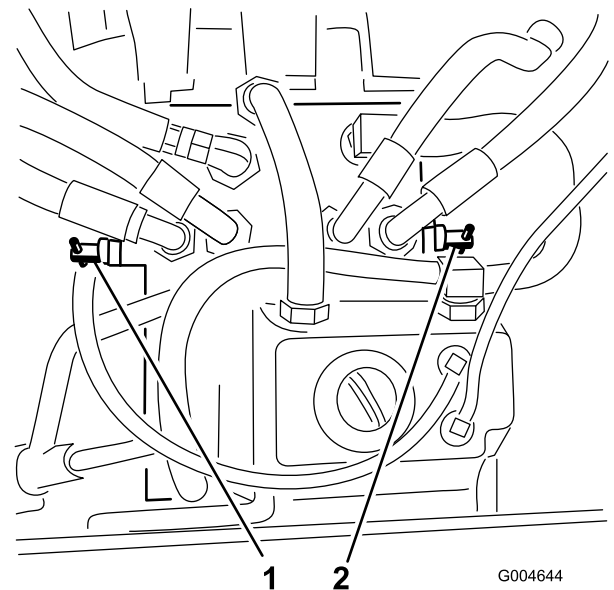

図 34
3. 各バイパスバルブを左回りに1回転させる（図 34）。
各バイパスバルブを右に1回転させて手締めする（おおよそ 8 Nm）（図 34）。